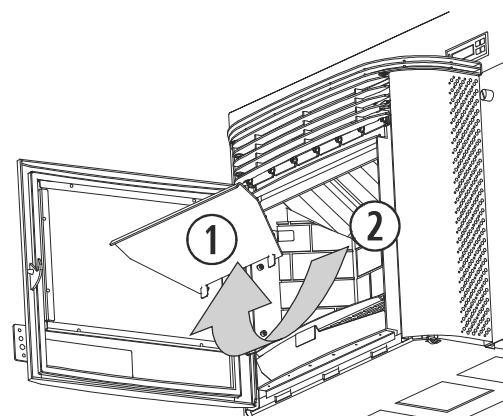

Figura 21
5.6. Nei modelli Atenas ed Eco II, si deve realizzare un'azione di pulizia a fondo sullo scambiatore di calore, quest'attività verrà ripetuta settimanalmente. Come si vede nella figura 21 (Eco II), per avere un miglior accesso allo scambiatore e poter pulirlo in modo esaustivo, dobbiamo spingere in alto la placca superiore del focolare, fino a sfilare le linguette di fissaggio della placca centrale e tirarla. Al termine, collochiamo di nuovo la placca superiore assicurandoci che i piedini restino correttamente incassati.
①	Placca superiore del focolare.
②	Tubi scambiatori di calore.